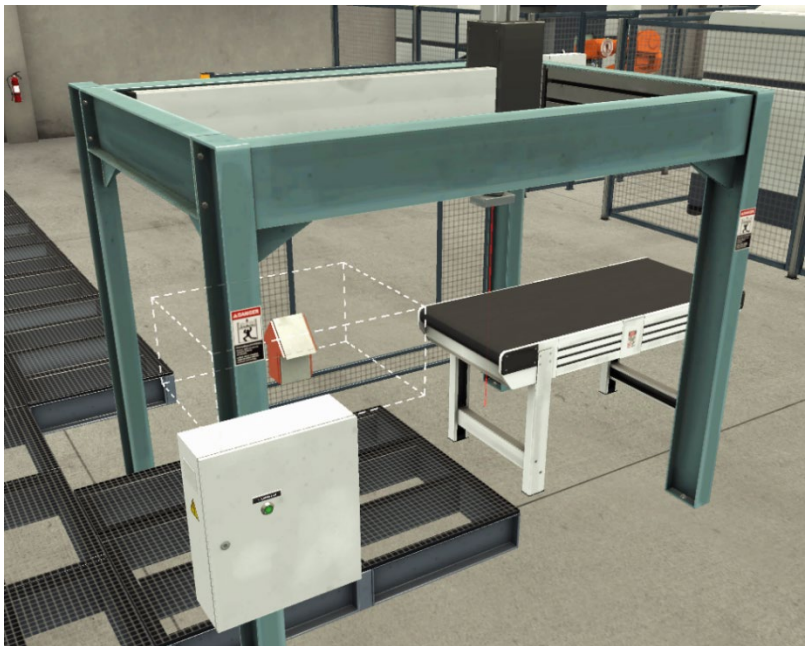

Abbildung 3 – Übergabe-Modul und Remover 1. Der Remover darf ausschließlich zum Entfernen von Paletten genutzt werden.
3. Entwickeln Sie den Steuerungscode für den Stapler („Forklift“) des Hochregallagers und die verbindenden Förderbänder. Entwickeln Sie zudem den Steuerungscode für das Übergabemodul, damit es in der Lage ist, das Rohmaterial von der Palette zu entnehmen und es auf das anliegende Leichtlast-Förderband zu übergeben. Sorgen Sie dafür, dass die Palette nach dem Anheben des Rohmaterials durch den „Remover 1“ entfernt wird (siehe **Abbildung 3**). HINWEIS: Bei der Entwicklung des Steuerungscode neuer Module ist es ratsam, zunächst die Aktoren eines Moduls ohne Verwendung von Codesys in einem ansonsten leeren Factory IO Modell manuell anzusprechen, um die Funktionsweise der Aktorik zu verstehen. Ebenso ist es hilfreich und gestattet, temporär Modellelemente wie "Emitter" und "Remover" zu Testzwecken in das Modell einzufügen. So muss nicht immer gewartet werden, bis das Material von MO_Lift bei den anderen Modulen ankommt.